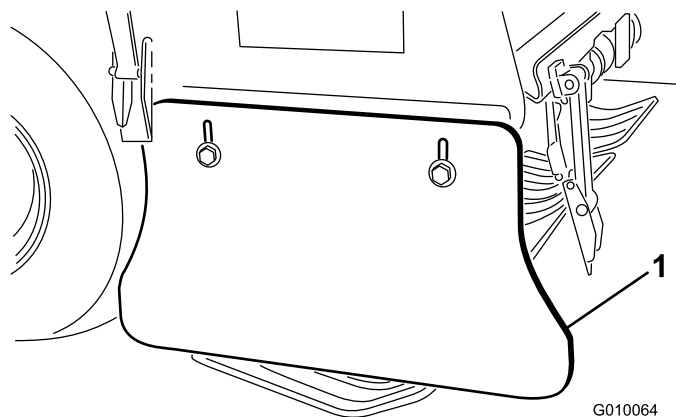

Рисунок 62
1. Ослабьте болты и зажимные гайки крепления боковых щитков к раме (Рисунок 62).